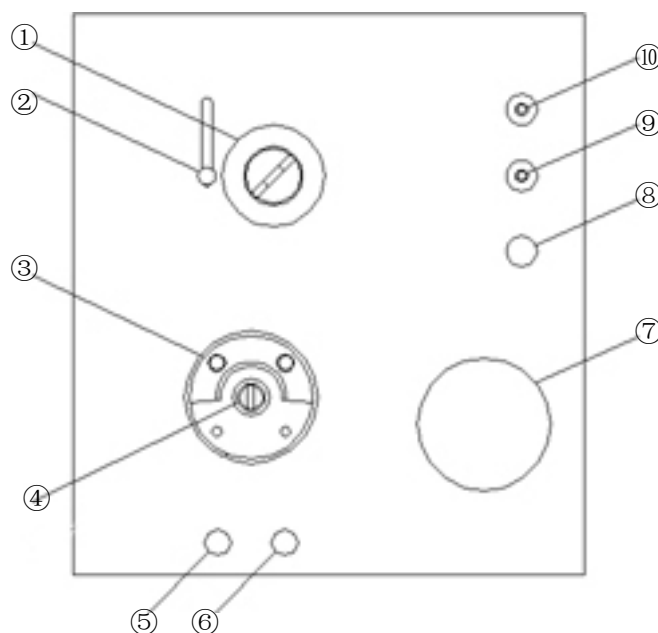
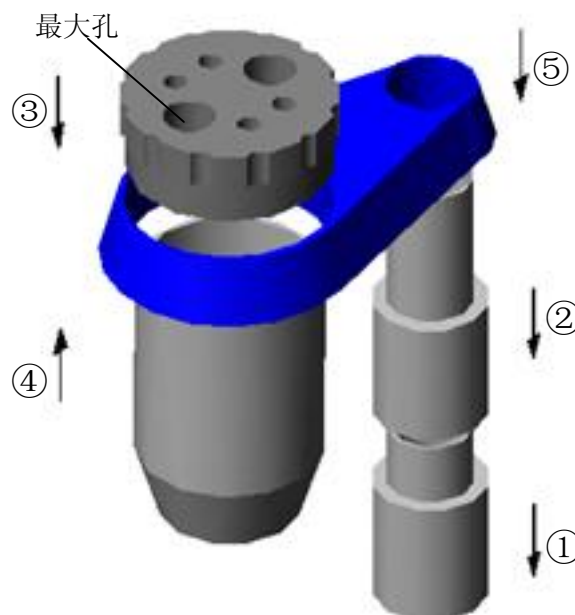

图 4-4 测定仪上视图
图 5-4
滴定池部件安装分两个步骤,首先是滴定池支架安装,如图 5-4 上①→②→③→④→⑤所示,先将下立柱安装在仪器上面的安装孔(图 4-4 上⑧的位置)上;再将上立柱安装在下立柱上;然后将滴定池上盖安装在滴定池支架上,此时注意上盖上的最大孔应与支架大孔同向(如图 5-4 上所示);把搅拌子放入滴定池内,再将滴定池安装在上盖下;最后再将组合好的滴定池与支架安装在上立柱上,旋转上立柱,让滴定池底部与仪器上的凹槽平面刚接触即可。
1) 将仪器上视图中的前端气管接口（图 4-4 中的⑨）与废液瓶干燥管上端，用一根透明的塑料软管连接为排废液的抽气管；
2) 将后面气管接口（图 4-4 中的⑩）与甲醇溶液瓶干燥管上端，用一根透明的塑料软管连接为加甲醇溶液的进气管。